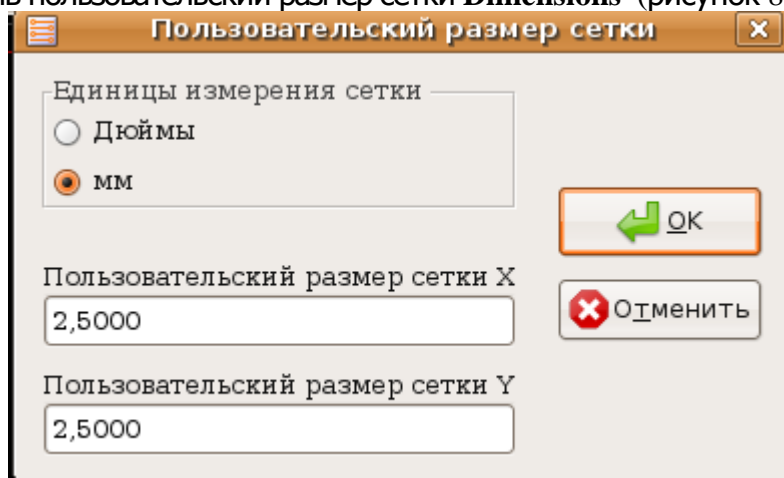

Рисунок 8 - Пользовательский размер сетки
2. Установить единицу измерений мм, выбрав на левой панели пиктограмму  и установив пользовательский размер сетки Dimensions (рисунок 8).